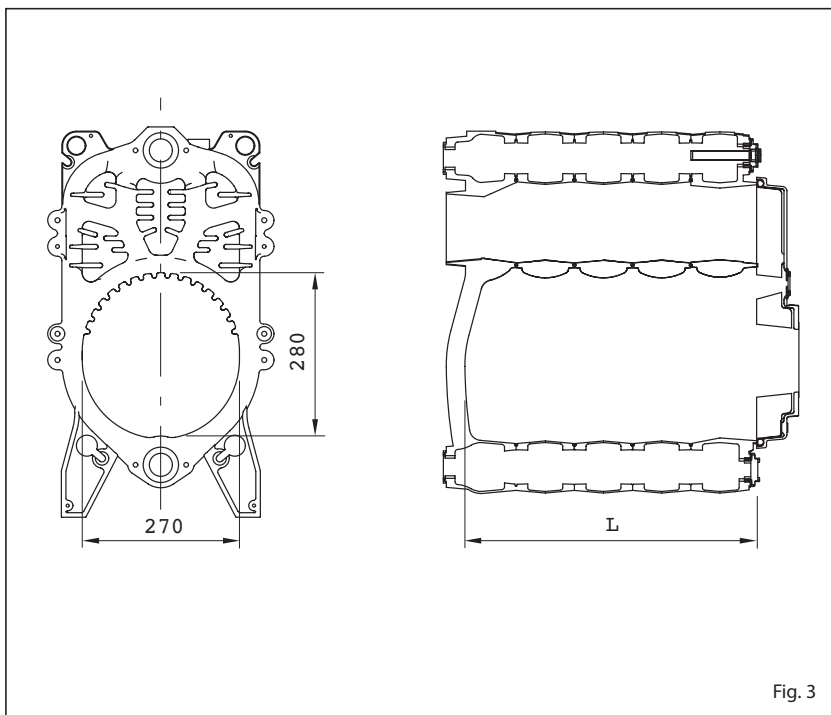

Fig. 3
1.6 FORBRÆNDINGSKAMMER (fig. 3)
Forbrændingskammeret er af typen med direkte passage og stemmer overens med standard EN 303-3 bilag E. Forbrændingskammerets mål er anført i fig. 3.